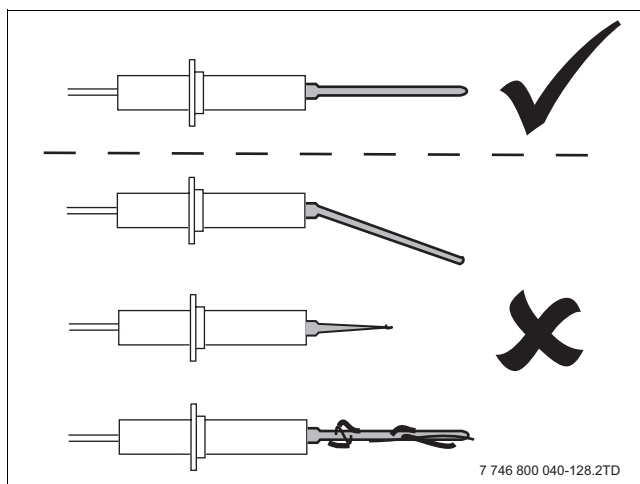
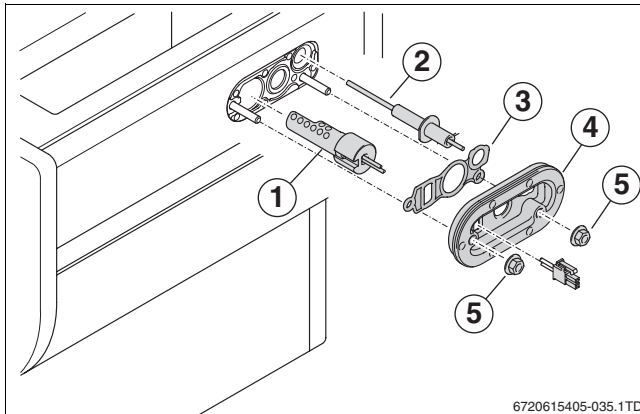

Fig. 91 Controllo dell'elettrodo di ionizzazione
Fig. 92 Sostituzione del dispositivo di accensione
- Verificare l'eventuale presenza di usura, danni o sporcizia sulle parti separate dell'unità di accensione (→ fig. 91 e fig. 92).